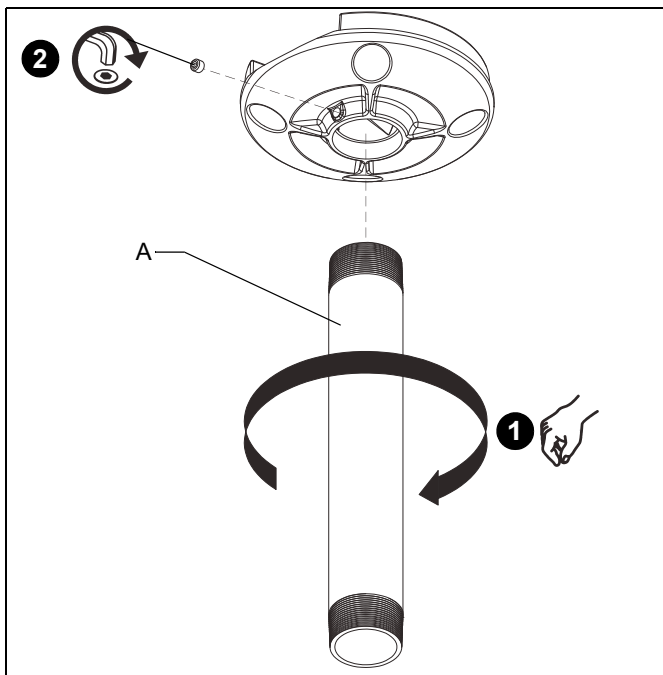

Figura 1
1. Coloque la columna NPT roscada de 1-1/2" (A) en la placa/adaptador (consulte la Figura 1). Ajuste la columna hasta que quede firme.
- Asegúrese de que la columna (A) entre al menos cuatro vueltas dentro de la placa/adaptador.
2. Ajuste el tornillo de fijación en la placa/adaptador para fijar la columna (A) (consulte la Figura 1).